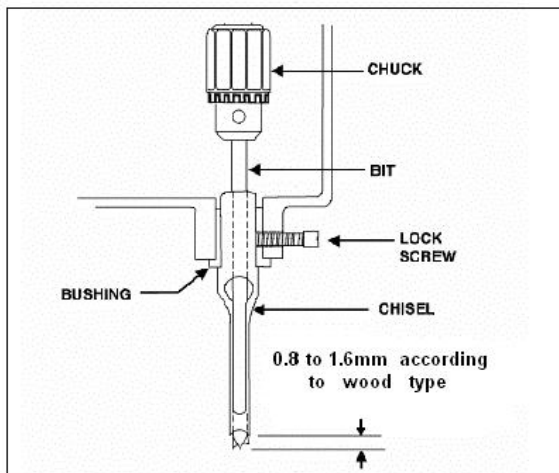

Figura 12
21. Afloje el tornillo de bloqueo, como se muestra en la Figura 12 .